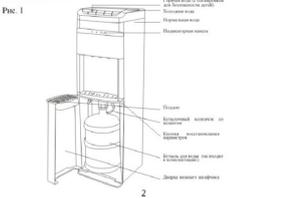

Рис. 2
5. Подсоедините вилку к диспенсеру для воды, нажав на кнопку загрузки иланты и плавно перемещая по шпатуру в верхней части шкафовки (Рисунок 2).